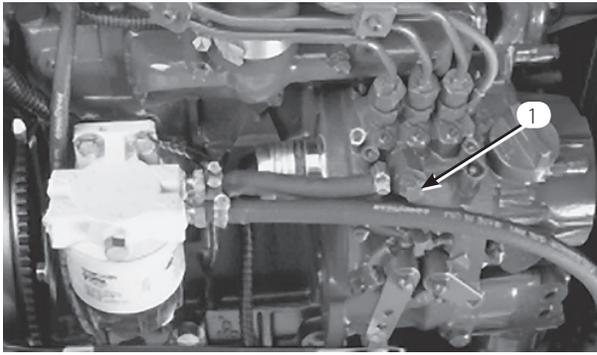

図 21
3. 燃料噴射ポンプについているエア抜きネジ (図21) をゆるめる。